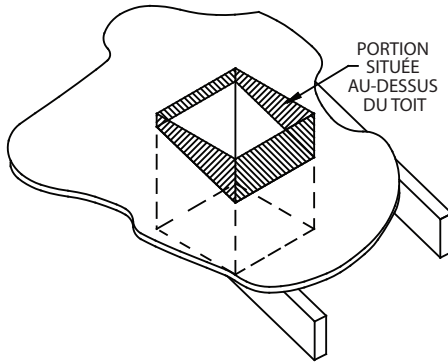
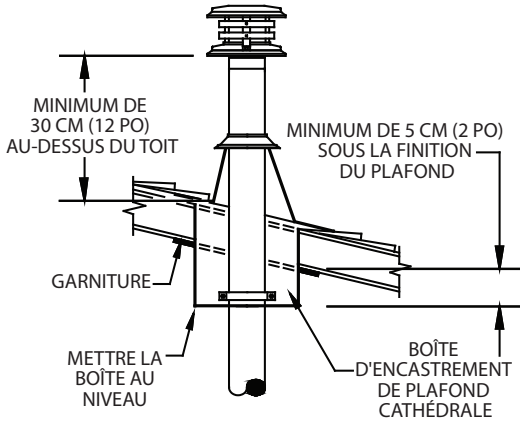

Figure 30
Figure 31
**6.** Introduire le boîtier de support dans le toit comme illustré à la (**Figure 30**) et le placer afin que sa base dépasse d'au moins 5 cm (2 po) sous la face inférieure de votre ouverture dans le plafond fini (**Figure 31**). Aligner le boîtier de support verticalement et horizontalement à l'aide d'un niveau. Agraffer temporairement le boîtier de support en place dans les murs intérieurs et le voligeage.